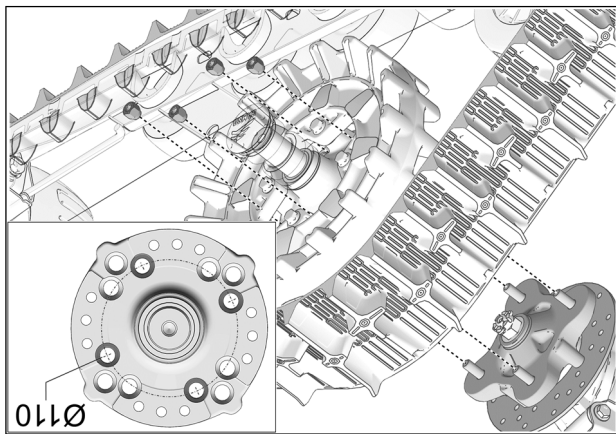

Fig. 18
7. Fixer le système de traction au moyen de roue avant. Utiliser le cercle de perçage de  $\varnothing 110$  mm et les écrous de roue d'origine du véhicule. Fig. 18